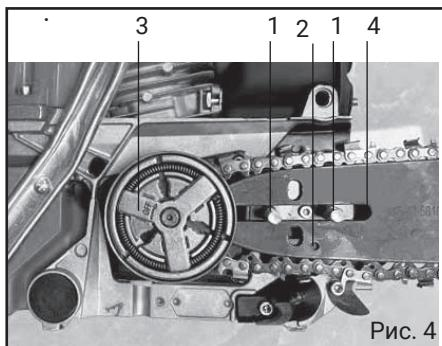
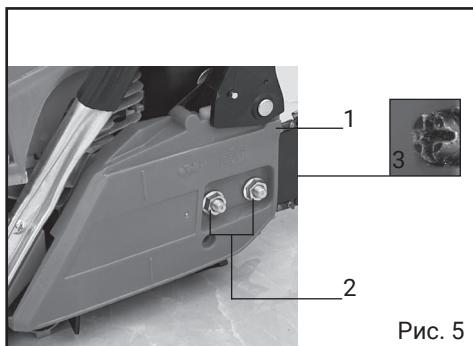

Рис. 4
Рис. 5
Для установки пильной шины (рис. 1, поз. 9) и цепи (рис. 1, поз. 8) необходимо снять внешний кожух (рис. 5, поз. 1) привода шины, открутив гайки крепления (рис. 5, поз. 2) внешнего кожуха и ослабить регулировку натяжения цепи (рис. 5, поз. 3);
- установить шину направляющим пазом (рис. 4, поз. 4) на шпильки крепления (рис. 4, поз. 1) и сдвинуть в крайнее правое положение;
- установить цепь на ведущую звезду, расположенную под барабаном сцепления (рис. 4, поз. 3), а затем протянуть ее в паз шины по всей длине, как показано на рис. 4.
При установке внешнего кожуха привода шины следите за тем, чтобы шпилька регулировки натяжения цепи вошла в отверстие натяжения цепи (рис. 4, поз. 2), после чего зафиксируйте это положение внешнего кожуха (рис. 5, поз. 1) привода гайками крепления (рис. 5, поз. 2) шины.
Для натяжения цепи используйте регулировку (рис. 5, поз. 3), при этом необходимо ослабить гайки крепления (рис. 5, поз. 2) внешнего кожуха (рис. 5, поз. 1), цепь считается натянутой правильно, если в средней части шины её можно оттянуть на 5-6 мм и при этом свободно протянуть рукой вдоль пильной шины.
- если цепь натянута туго, ослабьте ее, повернув регулировку натяжения цепи (рис. 5, поз. 3) против часовой стрелки;
- если цепь сильно провисает в нижней части шины, поверните регулировку натяжения цепи (рис. 5, поз. 3) по часовой стрелке;
- потяните вверх за переднюю часть пильной шины и зафиксируйте это положение гайками крепления внешнего кожуха (рис. 5, поз. 2).